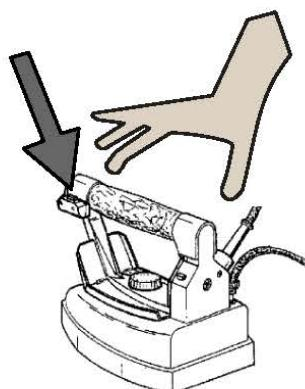

Рис. 5
5. Подождать отключения сигнальной лампочки бойлера (рис. 2, А). Затем поднять утюг за пробковую ручку и нажать на микровыключатель утюга (рис. 5) 4-5 раз для выпуска пара. Также следует удостовериться в насыщенности пара (нажав микровыключатель и направив утюг в пол). Также можно регулировать количество пара, вращая круглую рукоятку регулировки пара на электромагнитном клапане (рис. 3). После этих операций утюг готов к работе. Во время гладки сигнальная лампочка бойлера постоянно включается и гаснет, что свидетельствует о нормальной работе (рис. 2, А).
1. Проводить утюгом по вещам, время от времени нажимая на микровыключатель утюга для выпуска пара (рис. 5).